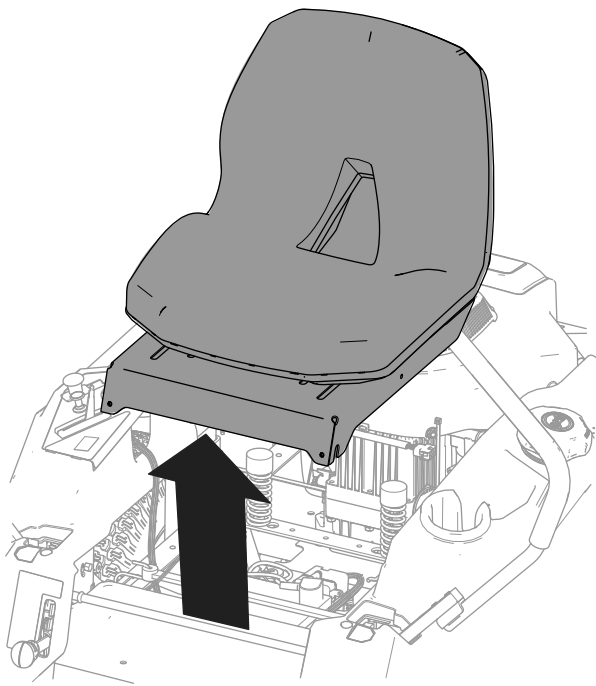

Figura 4
6. Retire el conjunto de asiento de la máquina (Figura 4).